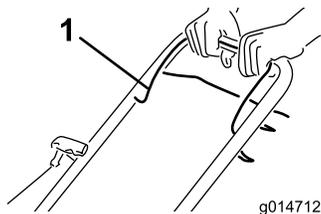

Figura 15
1. Tenete la barra di comando della lama Figura 15 contro la stegola.